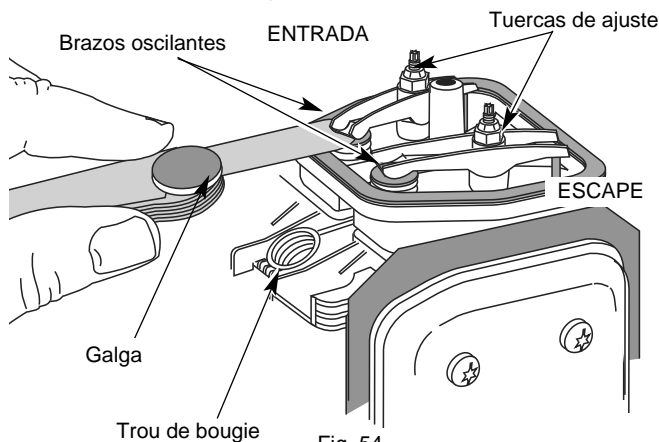

Fig. 54
- ŕ El pist—n se encuentre en la parte superior de su recorrido mientras mira dentro del orificio de la buj'a de encendido (Fig. 54).
7. Deslice la galga entre el brazo oscilante y el resorte de retorno de la vŕlvula. Mida el huelgo entre el vŕstago de la vŕlvula y el brazo oscilante (Fig. 54). Realice esto en las vŕlvulas de entrada y de escape.
El huelgo recomendado para las vŕlvulas de entrada y de escape es 0,076 \pm 0,152 mm (0,003 \pm 0,006 pulgadas). Use un calibrador regular de autom—vil de 0,127 mm (0,005 pulgadas). El calibrador debe deslizarse entre el balanc'n y el vŕstago de la vŕlvula con una ligera cantidad de resistencia, sin doblarse (Fig. 54 y 55).
- a. Gire la tuerca de ajuste con una llave de 8 mm (5/16 pulgadas) o una gu'a de tuercas (Fig. 54).